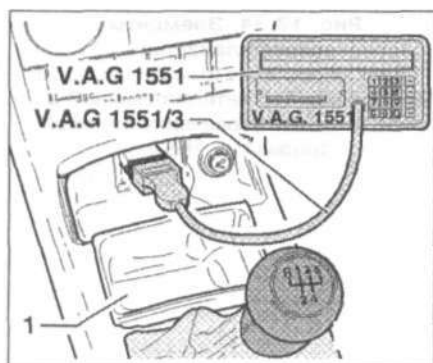

Рис. 12.33. Снимите вставку 1 пепельницы и присоедините считыватель кодов неисправностей V.A.G 1551 с помощью провода V.A.G 1551/3.
1. Снимите вставку **1** пепельницы и присоедините считыватель кодов неисправностей V.A.G 1551с помощью провода V.A.G 1551/3 (рис. 12.33).